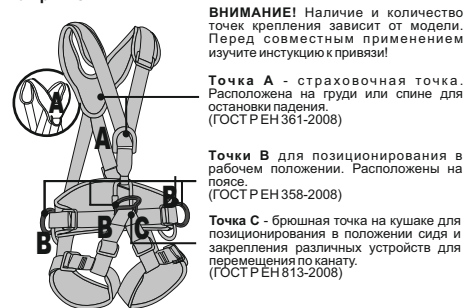

Рис. 5. Использование страховочного стропа (с амортизатором рывка)
- подсоединять строп с амортизатором к точкам для позиционирования (рис. 5, в);